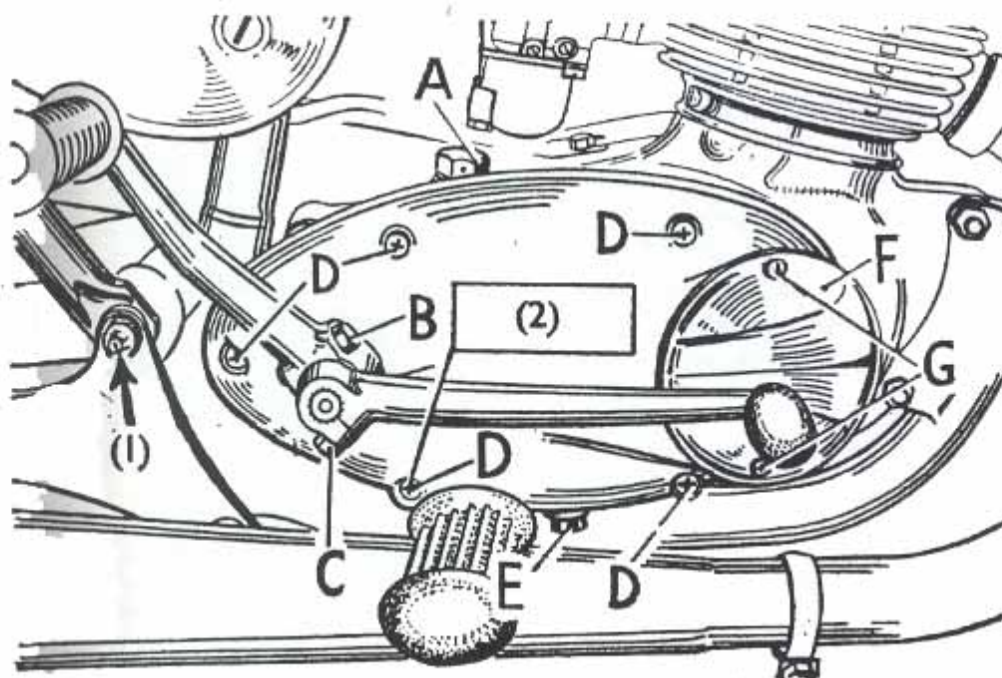

Fig. 15. Vite livello olio del cambio e coperchio del ruttore (Bantam).
Per sostituire l'olio del cambio, togliere il tappo di spurgo (E), sottostante (Fig. 15) indi scolare l'olio. Lavare accuratamente il cambio, con olio di seiacquo, indi rabboccare nuovamente al prescritto livello, attraverso l'apposito foro di rifornimento (A) Fig. 15.
Il livello è indicato dalla vite (D) Fig. 15, situata sul coperchio dietro il pedale appoggiapiedi, la quale è verniciata in rosso, per facilitarne l'identificazione. Essa deve venir tolta quando si rabbocca il cambio. Versare l'olio fino a che fuoriesca dal foro di livello, lasciar scolare l'eccedenza, indi ricollocare e bloccare la vite di livello e, successivamente, il tappo del foro di rifornimento.